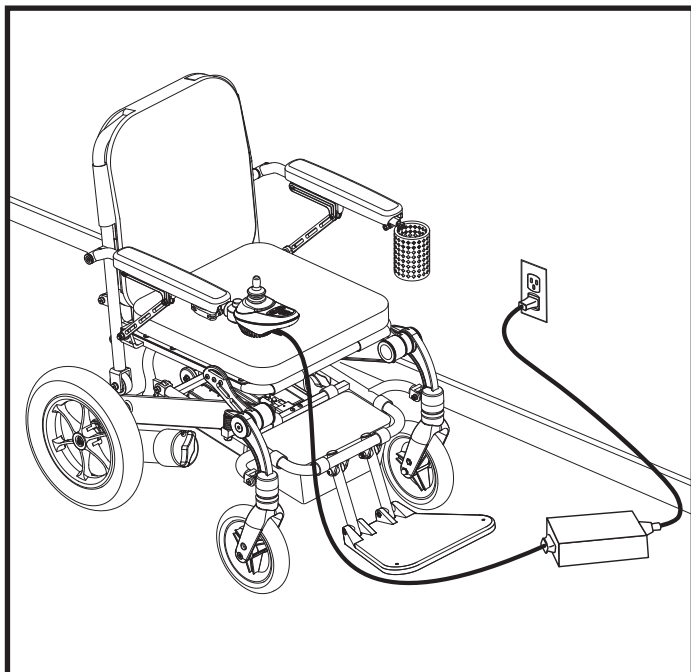

Abb. 13. Aufladen der Batterien mit dem externen Ladegerät
3. Stöpseln Sie das externe Ladegerät in die externes Ladegerät/Programmierungsteckdose an der Steuerung. **Siehe Abb. 13.**